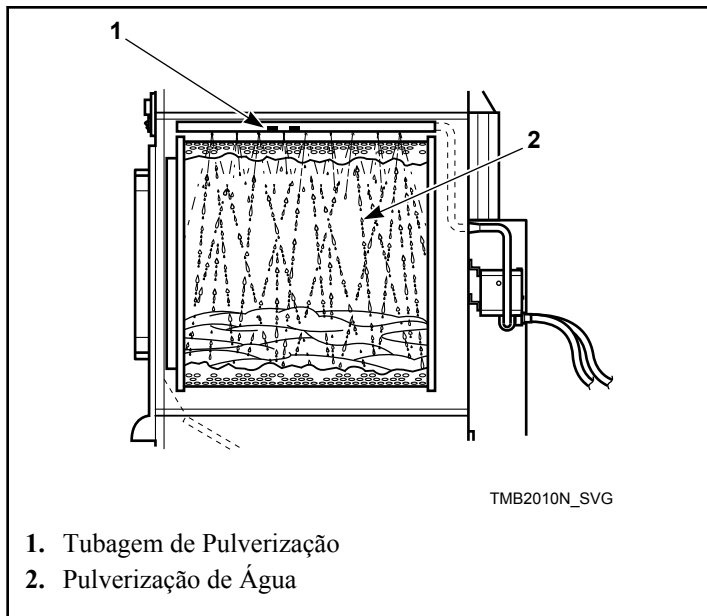

Figura 68
7. Após 15 segundos de pulverização de água, prima o botão de reposição, mantendo-o premido, até a pulverização de água e a luz se desligarem. Esta acção deverá demorar aproximadamente um segundo. Consulte a *Figura 67* e a *Figura 68*.